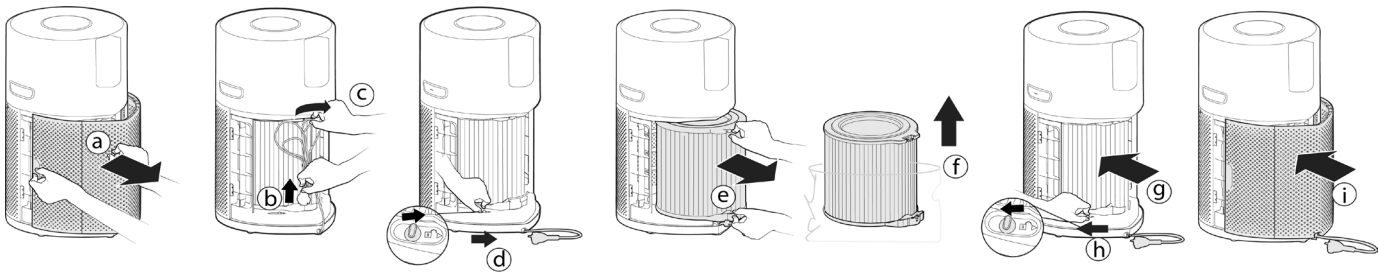

Fig. 1
1. Montaje del filtro [Fig. 1]